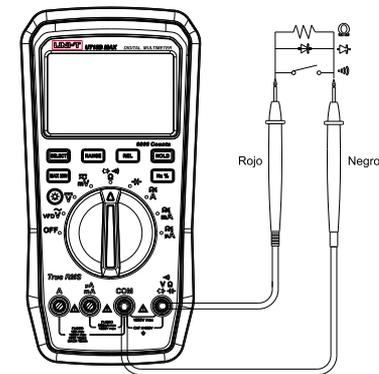

Figura 5
4. Medición de diodos (Figura 5)